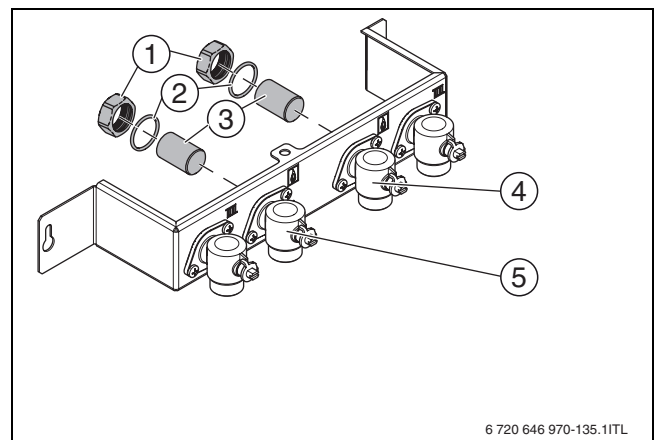

Bild 26 Anschluss der Rohrleitungen bei Verwendung eines Brennwertkessels/Heizkessels mit Parallelpufferspeicher
- Anschlüsse 3 und 4 der Montageplatte mit jeweils einem Pin mit Durchmesser 22 mm verschließen (→ Bild 26). Die beiden Pins mit Klemmrings und Überwurfmuttern sind als Zubehör erhältlich.